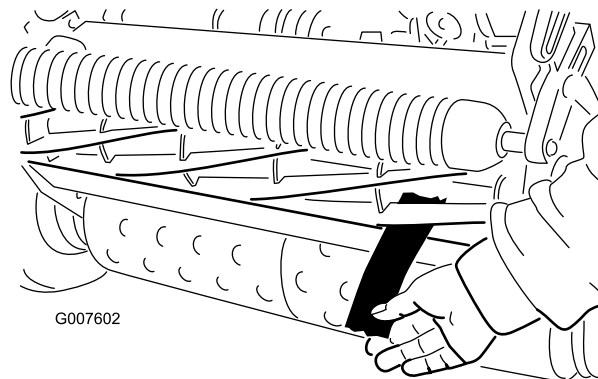

**Рисунок 49**
2. Поворачивая регулировочные винты неподвижной планки против часовой стрелки, обеспечьте отсутствие контакта с барабаном (Рисунок 49).
Медленно поворачивая барабан вперед, вращайте регулировочный винт неподвижной планки по часовой стрелке (на том же конце барабана, на один щелчок за один раз), пока бумага не окажется слегка зажата по мере ее введения спереди параллельно неподвижному ножу, что приведет к ее легкому заеданию, если за нее потянуть (Рисунок 49).